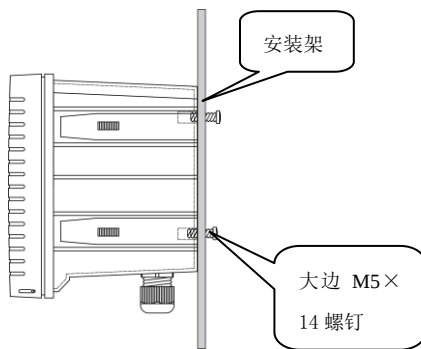

图 4.2.4
(2) 将安装架安装在仪器壳体上，然后用 $M5 \times 14$ 的螺钉紧固好，再把安装支架固定到墙面或其它安装物上；如下图 4.2.4 所示